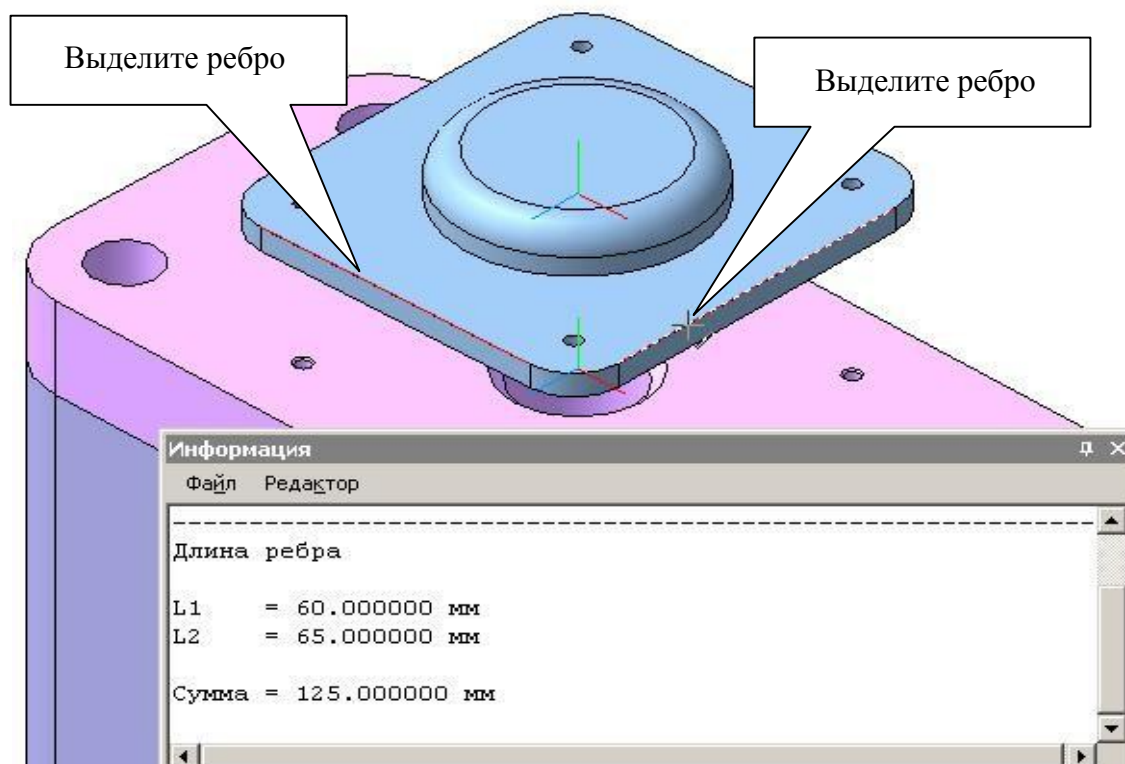

Рис. 11
3) Нажмите кнопку **Добавить из файла**  на панели **Редактирование сборки**  и откройте модель «Крышка». Установите деталь в произвольном положении, выполните сопряжение **Соосность** . Для правильной ориентации крышки произведите измерения длин ребер командой **Длина ребра**  на панели **Измерения (3D)**, рис. 11.